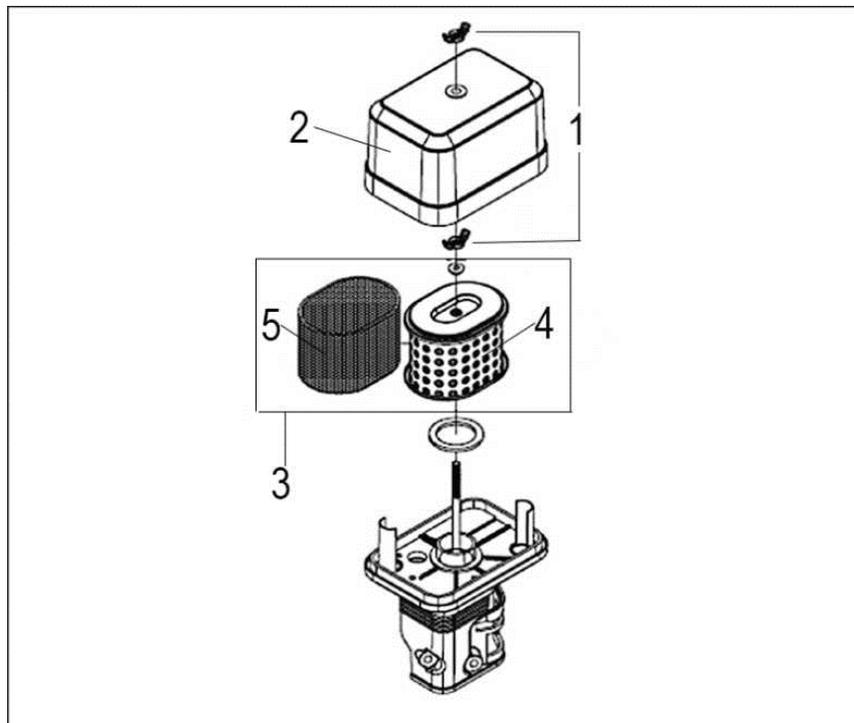

Рис. 14. Обслуживание воздушного фильтра.
- Удалите крышку воздушного фильтра (поз.2 Рис. 14). Снимите оба элемента и проверьте их на наличие повреждений или разрывов. Замените поврежденные элементы.